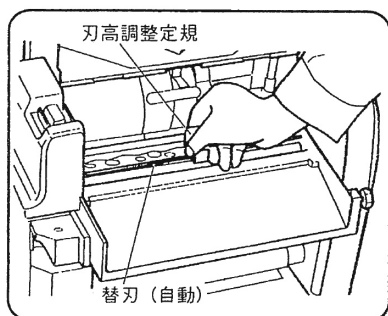

図 41
(図 41)
- (1) チップカバーをあけかな刃取付け用ボルトの位置を上側にしてかな胴を固定します。
- (2) 付属のボックススパナ（10mm）でかな刃取付け用ボルト 8 本をゆるめます。
- (3) かな胴をまわし刃先を上側にして固定します。
- (4) 付属の刃高調整定規のマグネット部に替刃（自動）を吸着させ、外周方向に取りはずします。（図 41）